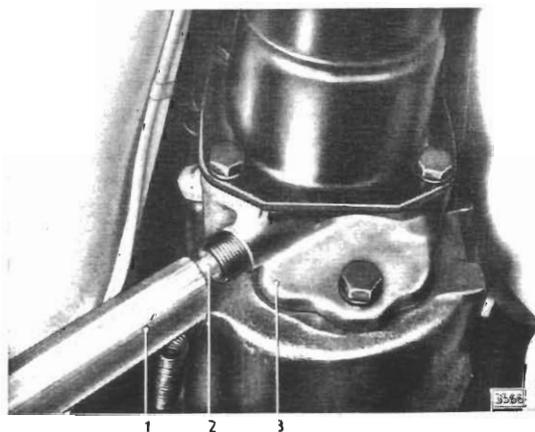

Bild 1 - Schlankes Holzstück an Tachometerschraubenrad ansetzen
4. Am Anschlußzapfen vom Schraubenrad prüfen, daß dieses zum Verschlussdeckel ein Spiel von mindestens 0,1 mm hat, da andernfalls das Schraubenrad klemmt und die Gefahr des Abscherens der Zähne gegeben ist. Erforderlichenfalls Deckel etwas nach oben drücken (Bild 1) oder passende Scheibe beilegen.